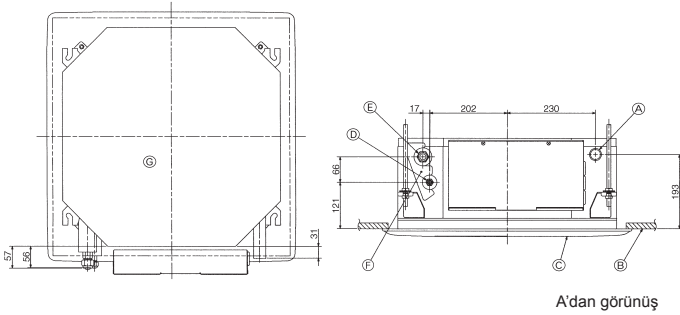

Fig. 3-1
3.1. İç üniteye soğutucu ve drenaj borularının konumları (Fig. 3-1)